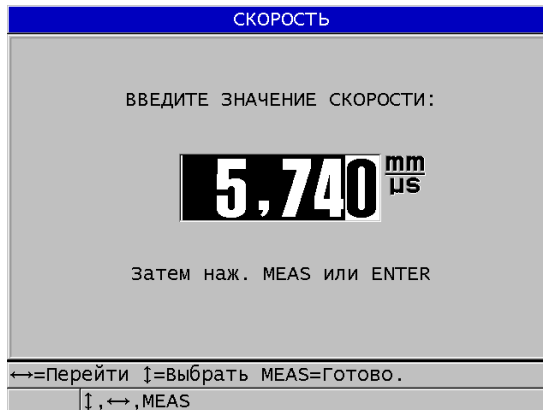

Рис. 5-7 Ввод известной скорости звука в материале
2. В окне **СКОРОСТЬ** (см. Рис. 5-7 на стр. 78) с помощью курсорных клавиш введите известное значение скорости звука.